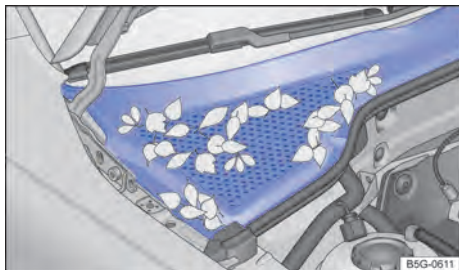

Fig. 173 Entre o compartimento do motor e o para-brisa: caixa de água (representação esquemática).
- A caixa coletora de água está localizada no compartimento do motor, entre o para-brisa e o motor e sob uma cobertura perfurada → Fig. 173. O ar ambiente é sugado da caixa coletora de água para o interior do veículo por meio do sistema de aquecimento e ventilação ou do ar-condicionado.